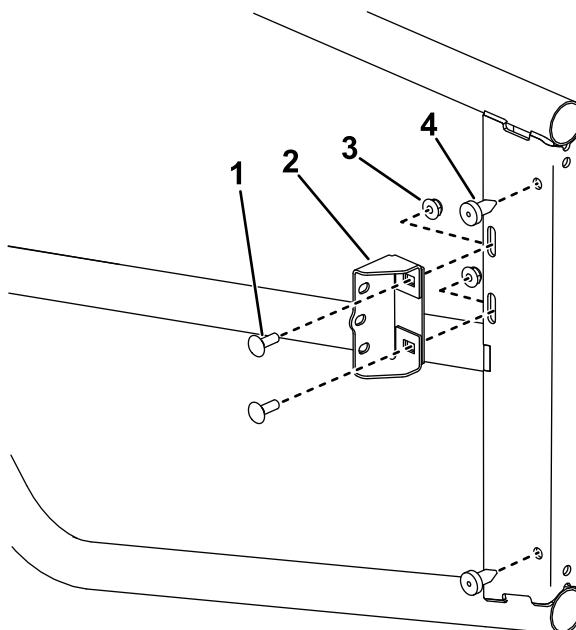

Figura 5
- Instale 2 para-choques de borracha no interior do conjunto da porta (Figura 5).
- Instale os suportes do trinco da porta no conjunto da porta (Figura 5).